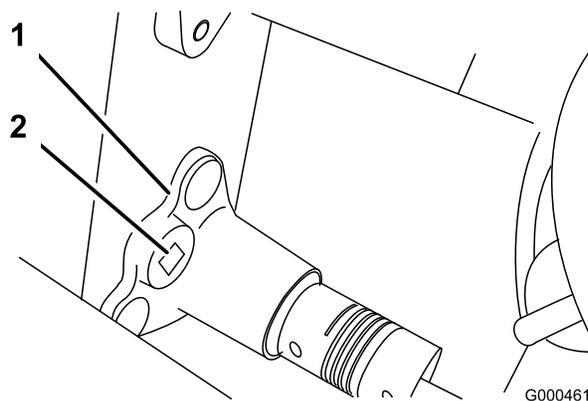

Figura 37
- B. Usando una llave dinamométrica de $3/8$ pulgada, gire el alojamiento del cojinete con una fuerza de 4–4,5 Nm para ajustar la tensión de la correa (Figura 37)